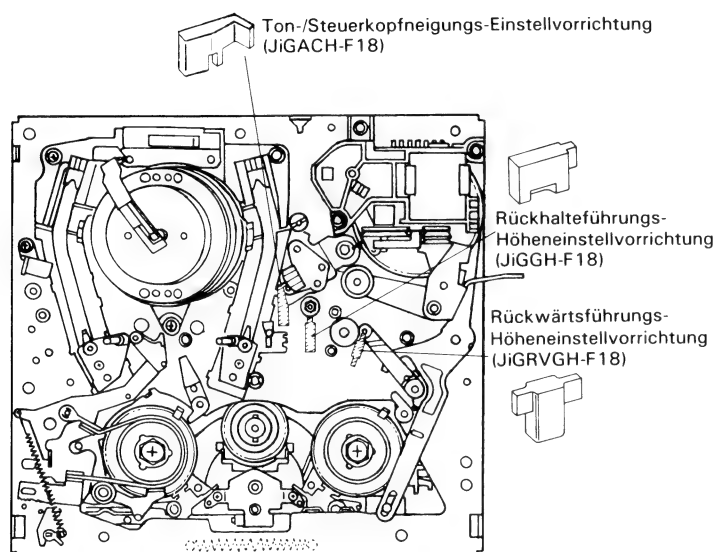

Abbildung 1-21.
8. Den Mechanismus in die Lade-Betriebsart bringen. Die Ton-/Steuerkopfneigungs-Einstellvorrichtung am Hauptchassis anbringen (siehe Abb. 1-21). Dann die Einstellschraube ⑥ mit einem Kreuzschlitzschraubendreher langsam drehen, bis zwischen der Vorrichtung und dem Ton-/Steuerkopf kein Zwischeraum mehr vorhanden ist.